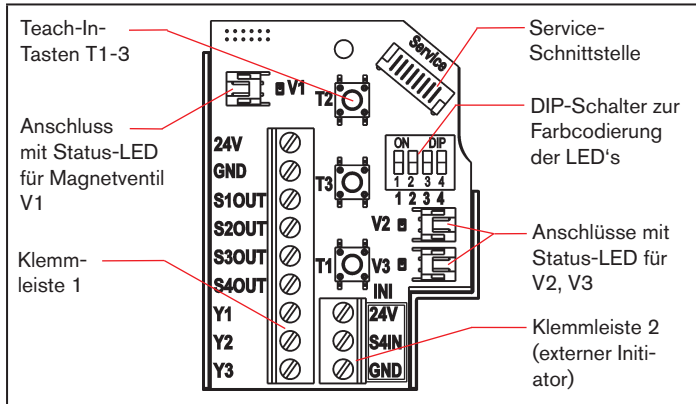

Bild 4: Elektronikmodul (24 V DC)
- Adern entsprechend der im „Bild 4“ beschriebenen Anschlussbelegungen an den Klemmleisten fixieren.
Ein **externer Initiator** kann über die 3-fach-Klemmleiste 2 angeschlossen werden (siehe „Bild 4“ bzw. siehe Bedienungsanleitung, Kapitel „Anschluss eines Externen Initiators“).